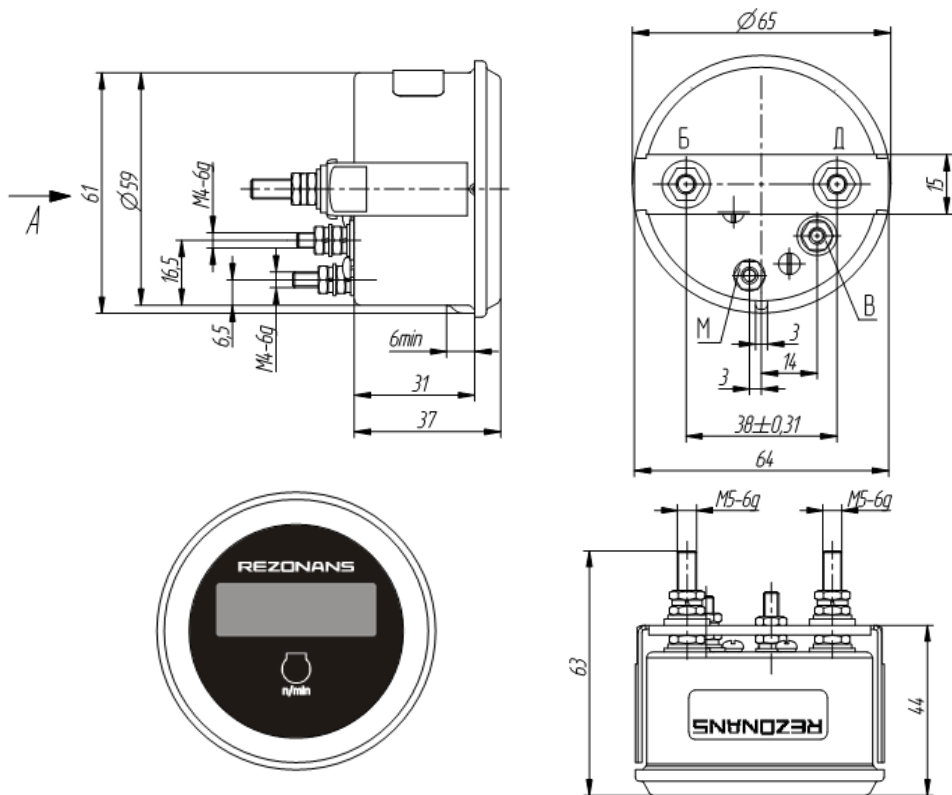

Рисунок 1 — Габаритные и установочные размеры ТХА3.1, ТХА3.1.1, ТХА3.1.2 (в ТХА3.1 вывод «В» отсутствует)
2.4 Тахометр ТХАЗ.1 имеет три вывода для подключения: «Б» (батарея) — для подключения к плюсу источника питания; «М» (масса) — для подключения к минусу источника питания; «Д» (датчик) — для подачи сигнала от датчика частоты вращения (см. рисунок 1). Исполнения ТХАЗ.1.1 и ТХАЗ.1.2 имеют дополнительный вывод «В» (выход) для подключения нагрузки (см. рисунок 1). Отрицательный вывод питания тахометра "М" имеет электрическое соединение с металлическим корпусом.